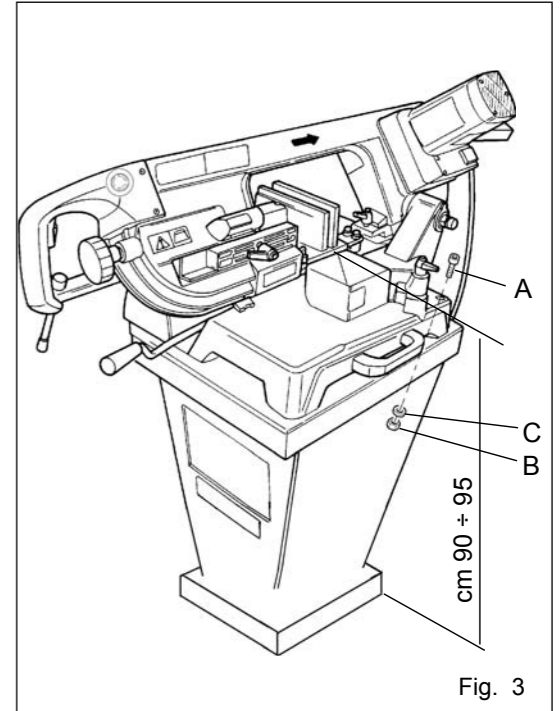

Fig. 3
4.2.1 POSICIONAMENTO/LOCAL DE TRABALHO ABS NG160 (Fig. 3) **PT**